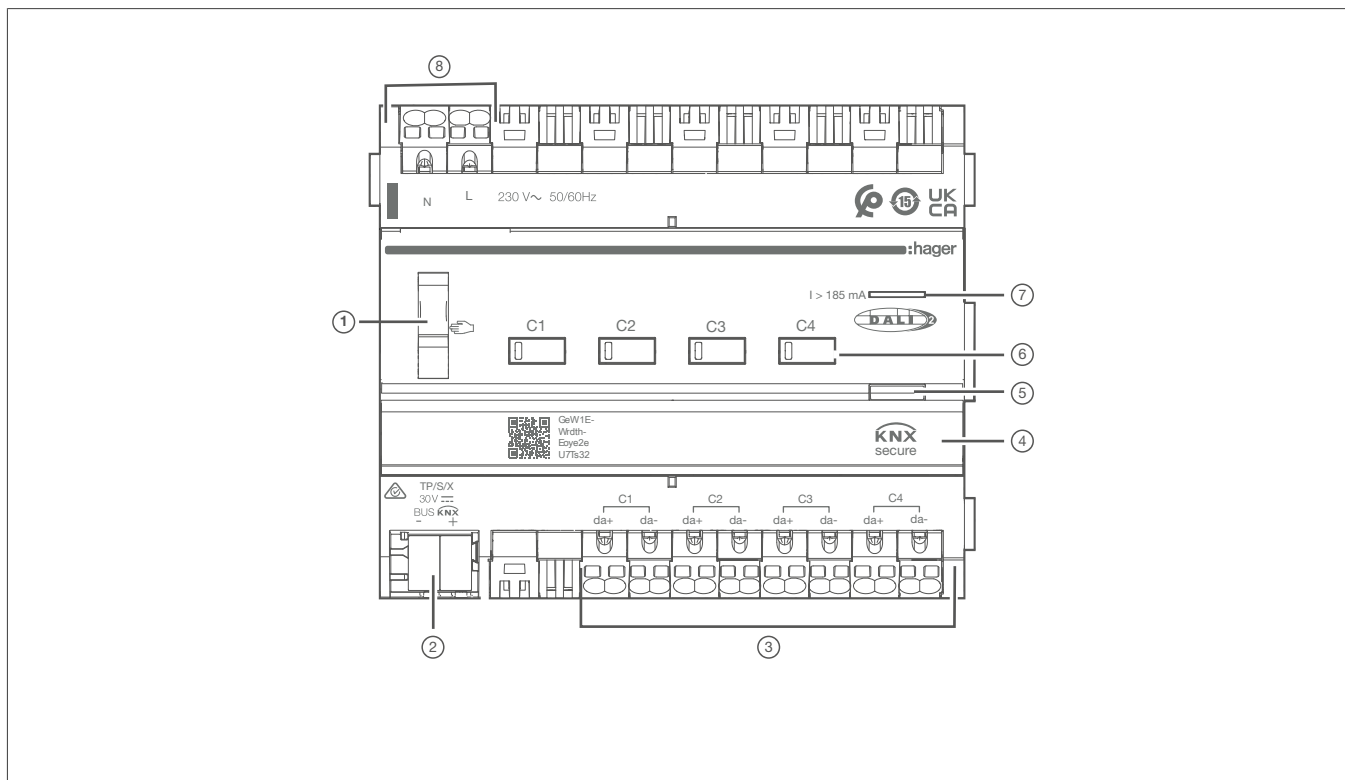

Fig. 2: Disegno e struttura del dispositivo TYAS664D
- Spostare l'interruttore (Fig. 2/1) nella posizione .
È possibile controllare le uscite individualmente tramite i pulsanti di comando (Fig. 2/6).
- Spostare l'interruttore (Fig. 2/1) nella posizione **auto**.
Il funzionamento manuale è spento. Il funzionamento avviene unicamente mediante il bus KNX. L'uscita assume la posizione predefinita dal controller del bus. Lo stato di commutazione è visualizzato dal LED di stato del pulsante di comando (Fig. 2/6).